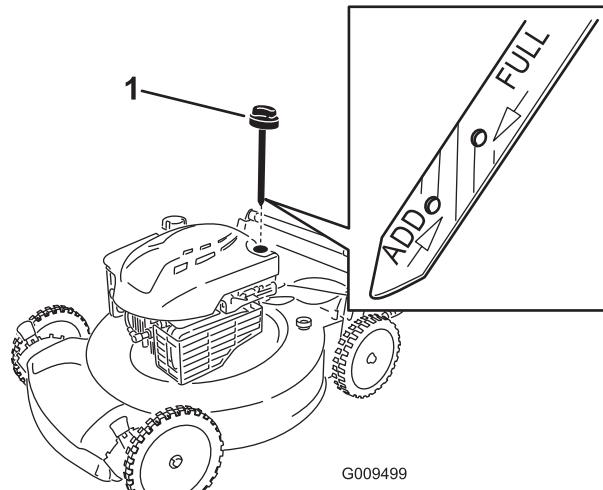

Figura 10
2. Retire la varilla (Figura 10).
5. Observe en la varilla el nivel de aceite (Figura 10).
- Si el nivel de aceite está por debajo de la marca Añadir de la varilla, vierta una pequeña cantidad de aceite lentamente en el tubo de llenado, espere 3 minutos, y repita los pasos 3 a 5 hasta que el nivel llegue a la marca Lleno de la varilla (Figura 10).